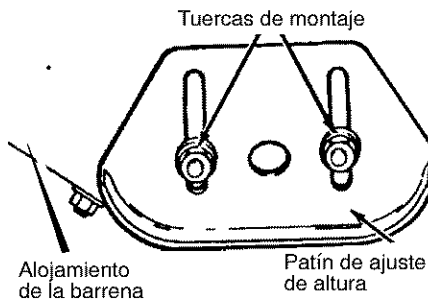

Figura 67
Este quitanieves está equipado con dos patines de ajuste de altura, ubicados en el lado exterior del alojamiento de la barrena. Vea la Figura 67.
4. Afloje las tuercas de montaje que sujetan los patines de ajuste de altura. Para bajar la parte delantera del quitanieves, suba los patines. Apriete las tuercas de montaje. Vea la Figura 67.